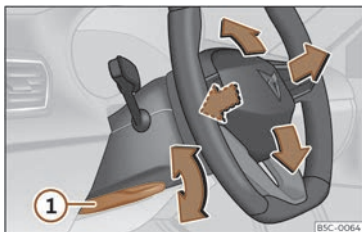

Fig. 94 Maneta din partea stângă jos a coloanei de direcție.
- Trageți maneta >>> **fig. 94 ①** în jos, aduceți volanul în poziția dorită și ridicați la loc maneta până când se blochează.
- După ce ați reglat coloana de direcție, împingeți maneta >>> **fig. 94 ①** ferm în sus pentru a vă asigura că poziția volanului nu se modifică în timpul deplasării.